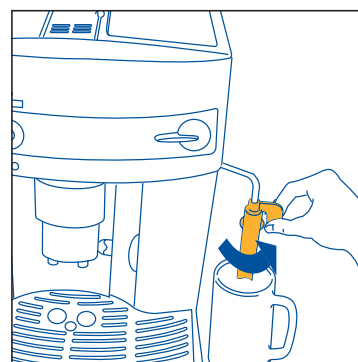
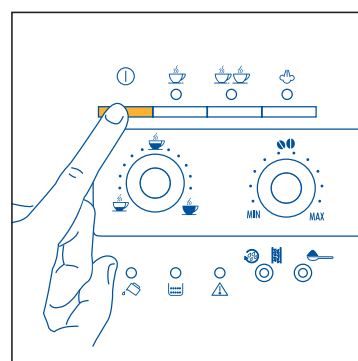

Fig. 3
Fig. 4
2. Desplace el emulsionador hacia afuera y coloque una taza abajo (fig. 3) y encienda la máquina presionando el botón ① (fig. 4).
- gire el emulsionador hacia el exterior de la máquina (fig. 3).
- Coloque un recipiente debajo del emulsionador (fig. 3).
- Desplace hacia afuera el emulsionador (fig. 3).